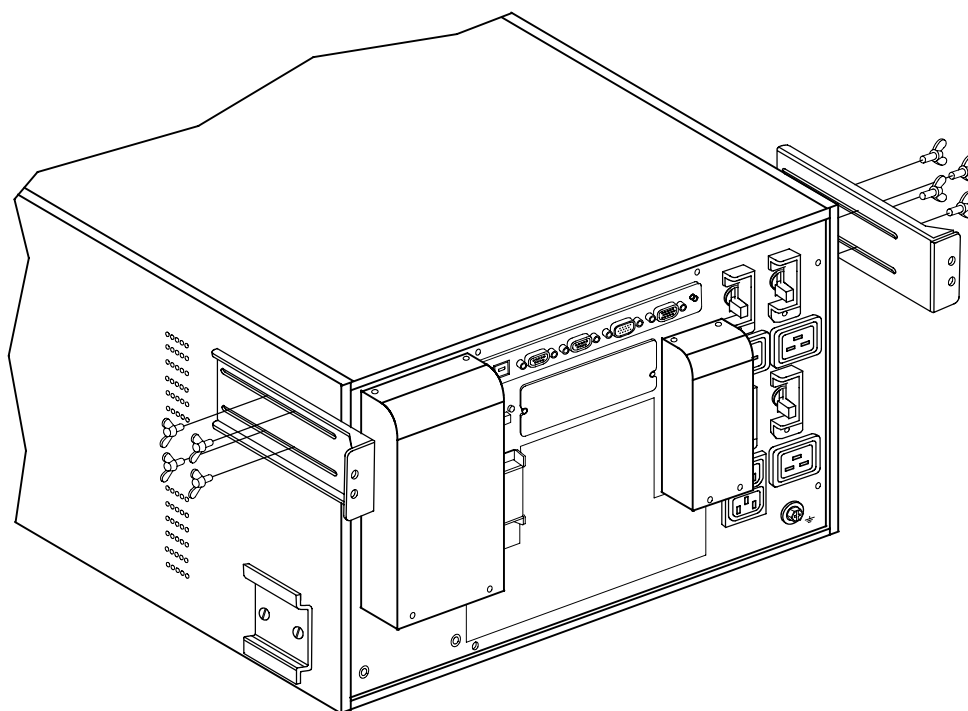

Рисунок 22. Установка дополнительных сейсмоустойчивых кронштейнов ИБП
- 16.** При установке дополнительных сейсмоустойчивых кронштейнов необходимо совместить два сейсмоустойчивых кронштейна ИБП с крепежными отверстиями по сторонам ИБП над задними кронштейнами. Слегка закрепите стойки восемью прилагающимися барашковыми болтами. См. рис. 22.